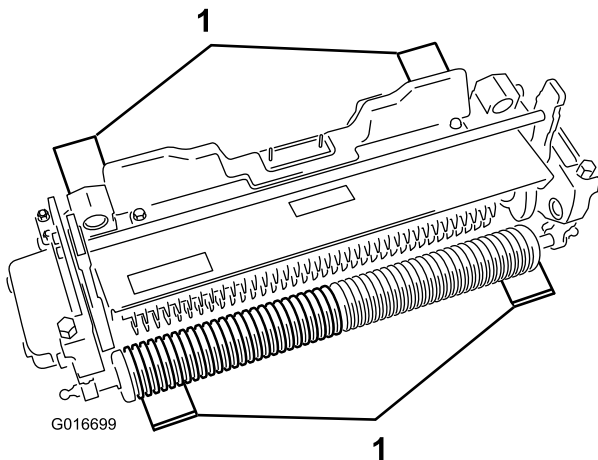

Bild 4
2. Legen Sie vier Messlehren mit der gewünschten Einstehtiefe des Messers unter die Frontrolle und die Hinterräder des Vertikutierers (Bild 4).